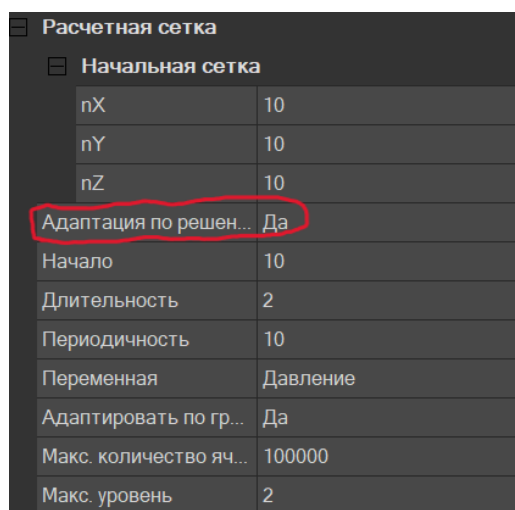

Рисунок 9
14. **«Расчетная сетка»** ограничивает область проведения симуляции. Размер расчетной сетки автоматически изменяется и подстраивается под размер исследуемого объекта. Рекомендуется устанавливать размер расчетной области в 2-3 раза больше исследуемого объекта. В начальной сетке выставляем показатель «Да» в поле «Адаптация по решению»(рис. 9).